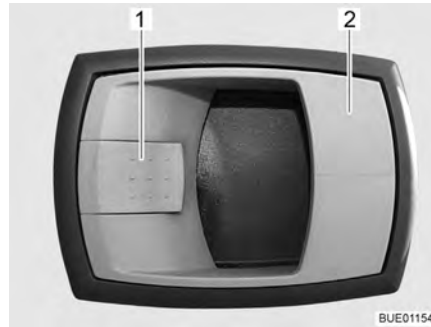

Fig. 27 Cerradura de la puerta de entrada, en el interior
- Abrir:* ■ Tirar del tirador (Fig. 27,2). Se desbloqueó la cerradura de la puerta.
- Bloquear:* ■ Presionar la palanca de retención (Fig. 27,1).